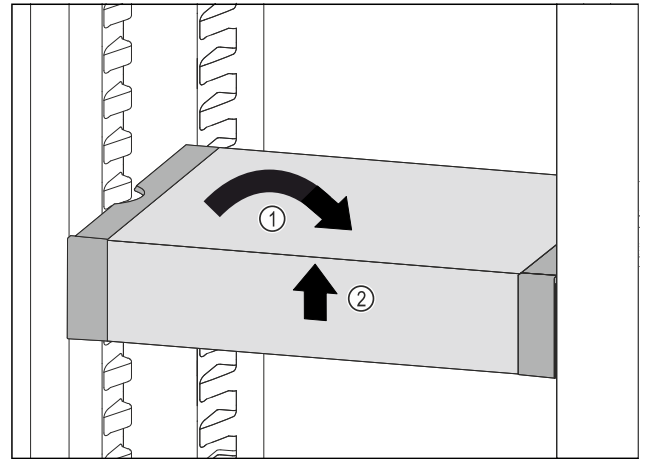

Fig. 81
- ▶ VarioSafe gerade stellen. Fig. 81 (1)
- ▶ VarioSafe vorne anheben. Fig. 81 (2)